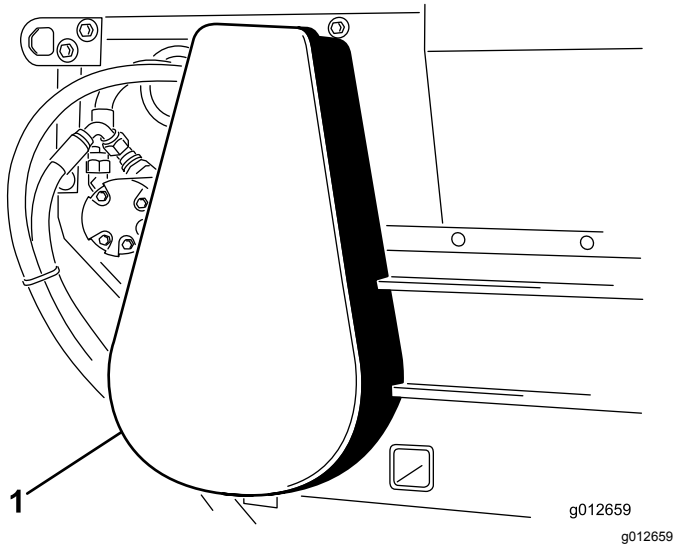

Figure 23
1. Déposez le couvercle de la chaîne (Figure 23).